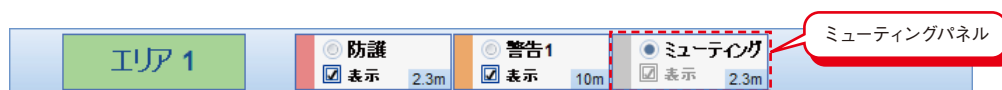

図7-48. ミューティング領域の選択
- ミューティング機能を有効にすると、図7-48に示すように、ミューティング領域を設定するためのミューティングパネルが表示エリアパネル上に表示されます。